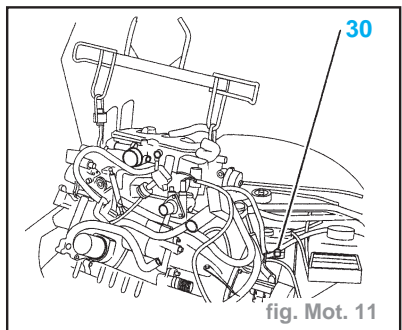

fig. Mot. 11
- les 3 vis (23)
- l'écrou (24)
- le support moteur droit (25)
- l'écrou (26)
- les 2 vis (27)
- la cale élastique (28)
- les 2 vis de fixation support (29)
- le support (29)
- Récupérer l'entretoise (30) (fig. Mot. 11).